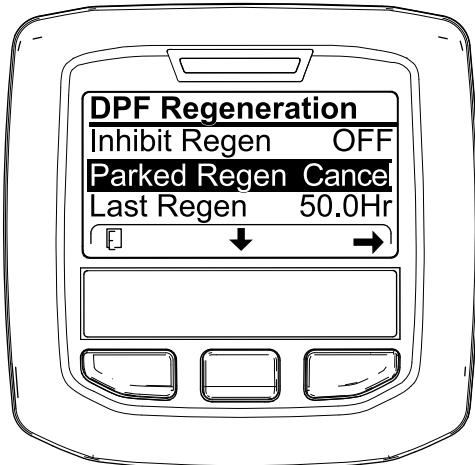
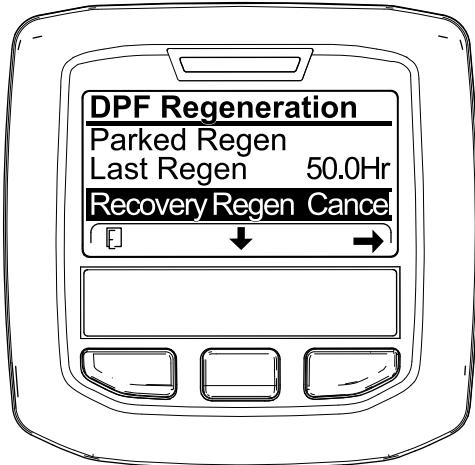

Bild 65
Bild 66
1. Zugreifen auf das Menü für die Regenerierung des Dieselpartikelfilters (Bild 65)
2. Drücken Sie die mittlere Taste, um auf die Option PARKED REGEN. CANCEL (Bild 65) oder RECOVERY REGEN. CANCEL zu navigieren (Bild 66).
3. Drücken Sie die rechte Taste, um den Eintrag „Regen Cancel“ auszuwählen (Bild 65 oder Bild 66).